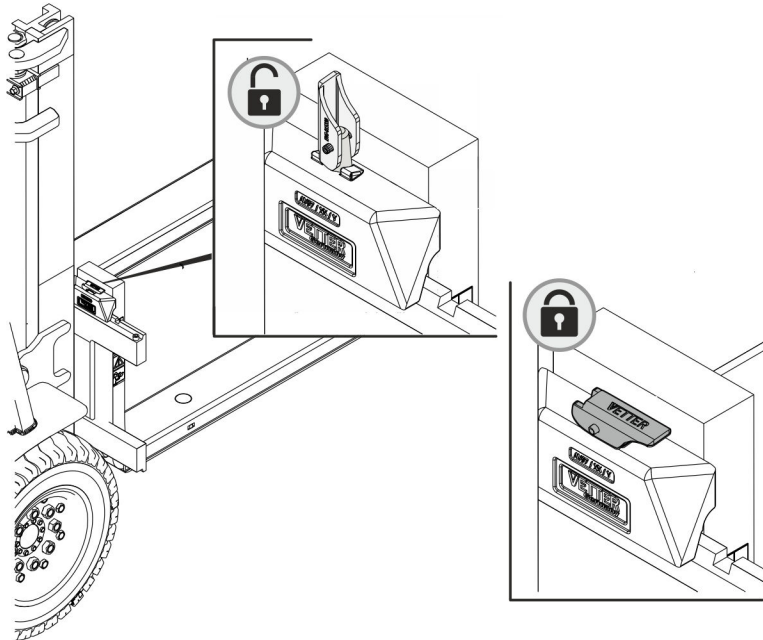

Abb. 8: Arretierung schließen
9. ➤ ManuTel[®] G2 durch Schließen des Arretierungshebels innerhalb der Arretierungsnuten verriegeln (Abb. 8).